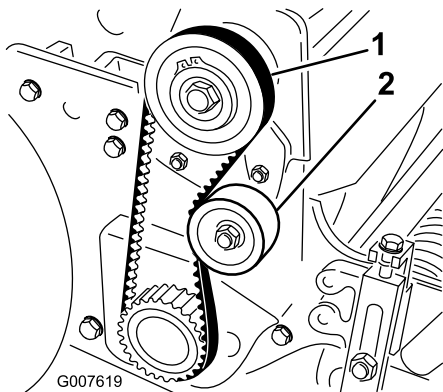

図 29
2. プーリ間の中央（図 29）でベルトを 1.8～2.2 kg程度の力で押して点検します。ベルトのたわみが 6 mm 程度あれば適正です。
- A. アイドラ・プーリ固定ナットをゆるめ、プーリを右に回してベルトの背に押しつけて、適当な張りを出す（図 29）。